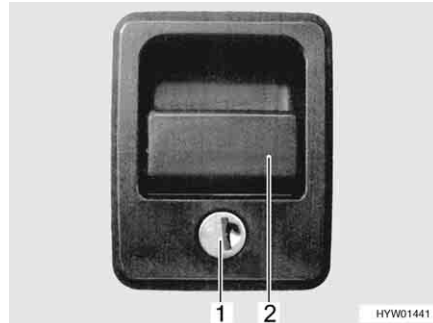

Bild 41 Klappenschloss mit Griffschale
- Schlüssel in Schließzylinder (Bild 41,1) stecken und eine viertel Umdrehung drehen. Das Klappenschloss ist entriegelt.
- Am Schlossgriff (Bild 41,2) ziehen. Die Außenklappe ist geöffnet.